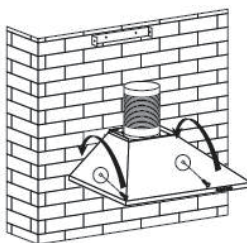

Fig. 5
7. Accrochez l'appareil au crochet et fixez-le à l'aide de deux vis de sécurité (4 mm x 30 mm). Remarque : les deux orifices de sécurité de 6 mm de diamètre sont situés sur le boîtier arrière (voir Fig. 5).